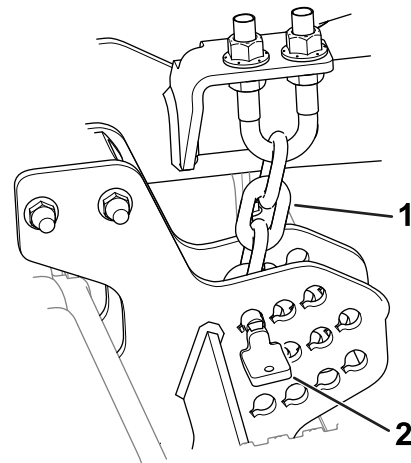

Bild 19
2. Entfernen Sie die Schnitthöhenstifte (**Bild 19**) von den Seitenplatten des Mähwerks.